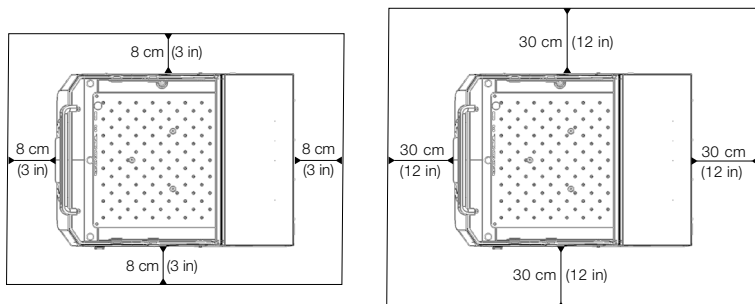

图 13: 恒温摇床（左）与制冷摇床（右）安装间距要求；上方有自由通风空间的制冷摇床参照左图。
- Solaris 2000 I 和 4000 I 恒温摇床（加热）要求外壳的所有四个侧面都有 8 cm (3 英寸) 的净空区域，如图 13 左侧所示。
- 如图 13 左侧所示，若 Solaris 2000 R 和 4000 R 制冷摇床的外盖/门上留有自由通风空间，则其机箱四周可仅留出 8 厘米 (3 英寸) 的间隔空间运行。
- 如果 Solaris 2000 R 和 4000 R 冷藏摇床（冷却和加热）上方的空气空间被阻挡，则外壳四个侧面的间隙必须增加到 30 cm（12 英寸），如图 13 右侧所示。